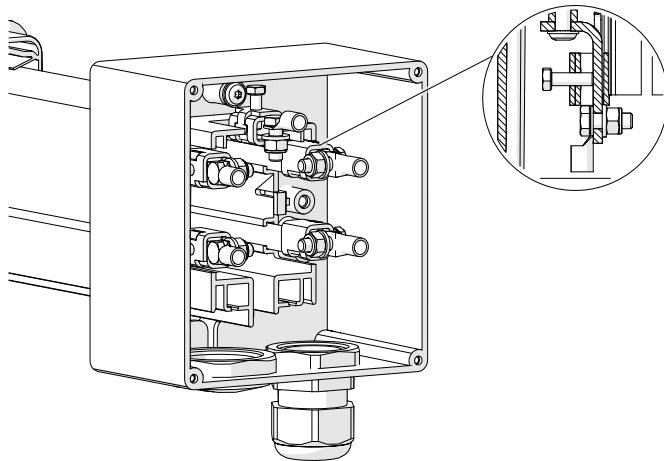

Abb. 42: Endeinspeisung
- Einspeiseklemmen mit 5 Nm festziehen. Durch das Festziehen der Schrauben an den Einspeiseklemmen wird der Kontakt zwischen den Strombändern und den Anschlusswinkeln hergestellt (siehe Abb. 42).